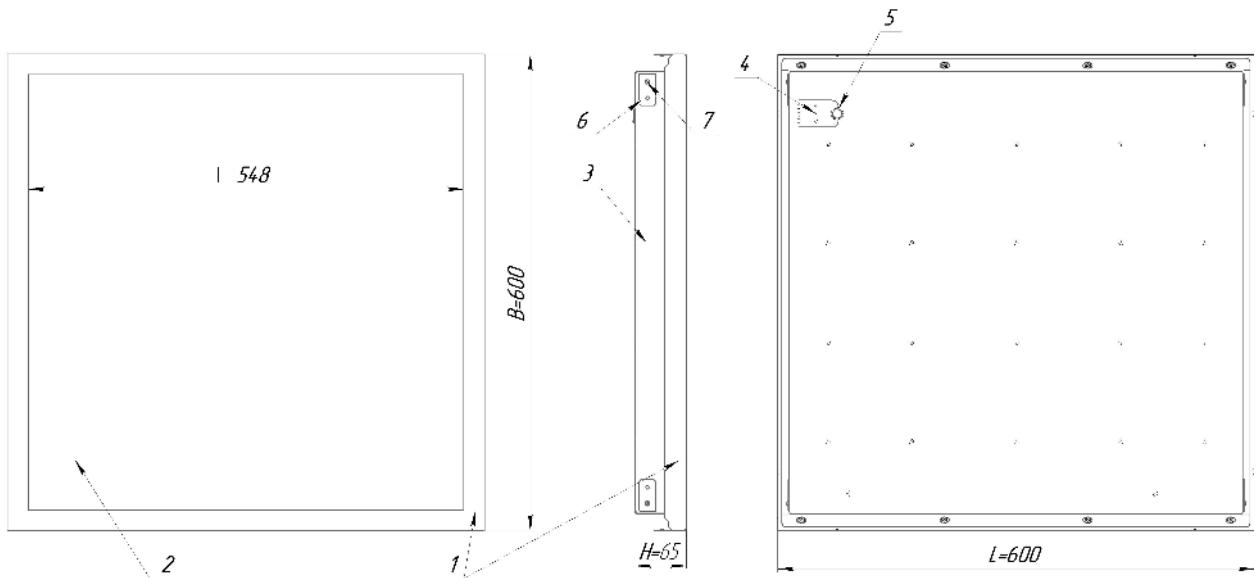

Рисунок 1 – Светильник ДВО12 ВСF
3.2 Светильник ДВО12 VCF (рис. 1 приложения А) состоит из обечайки поз. 1, рассеивателя поз. 2, корпуса со встроенным светодиодным модулем и источником питания поз. 3, пластин подвеса поз. 4, закреплённых винтами поз. 5, и провода поз. 6.
5.5 Ослабьте винты поз. 5, поверните пластины подвеса поз. 4 в вертикальное положение и зафиксируйте их винтами (рис. 1).
5.9 Проденьте проволочные подвесы (в комплект не входят) через отверстия пластин подвеса (поз. 4 рис. 1) и закрепите их на несущей запотолочной поверхности.
5.10 Для подключения светильника к сетевому проводу (см. рис. 4) снимите кольцо (поз. 5 рис. 1), отогните язычок с клеммной колодкой (поз. 4 рис. 1). Проденьте сетевой провод через кольцо и подключите к клеммной колодке согласно схеме , приведённой на рис. 4. Светильник с функцией управления по протоколу 1-10В подключать согласно схеме, приведённой на рис. 4б, по протоколу DALI - на рис. 4в. Закройте язычок с клеммной колодкой и установите кольцо в отверстие так, как показано на рис. 4.